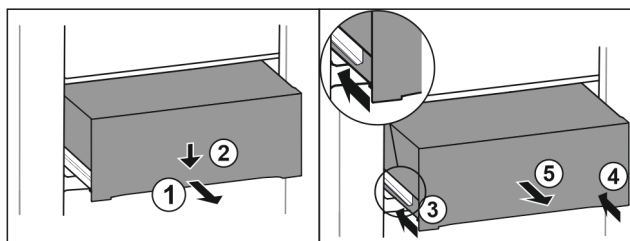

Fig. 86
- ▶ Extrageți pe jumătate sertarul. Fig. 86 (1)
- ▶ Apăsați în jos sertarul pe partea frontală. Fig. 86 (2)
- ▶ Inșerați șina stângă aproximativ 2 cm. Fig. 86 (3)
- ▶ Inșerați șina dreaptă aproximativ 2 cm. Fig. 86 (4)
- ▶ Extrageți sertarul spre înainte. Fig. 86 (5)